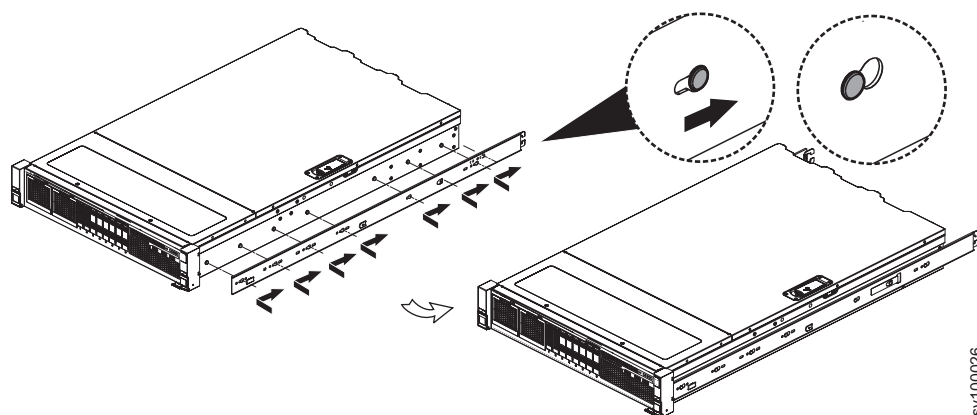

Figura 23. Conectar a seção interna do trilho ao chassi
4. Instale a seção interna do trilho no chassi. Não é necessário usar parafusos. Ajuste os furos na seção interna do trilho sobre os cabeçotes dos pinos na lateral do dispositivo, em seguida, deslize o trilho em direção à parte traseira do dispositivo para bloquear, conforme mostrado em Figura 23.